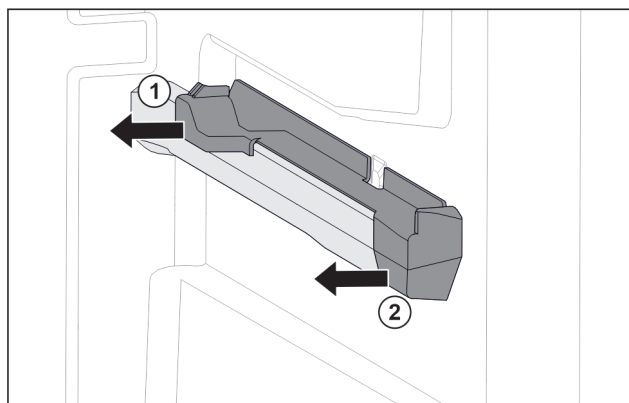

Fig. 118 Oikeanpuoleisen kannattimen kiinnitysosa
- Vedä kiinnitysosa takaa sivuun. Fig. 118 (1)
- Vedä kiinnitysosa edestä sivuun. Fig. 118 (2)